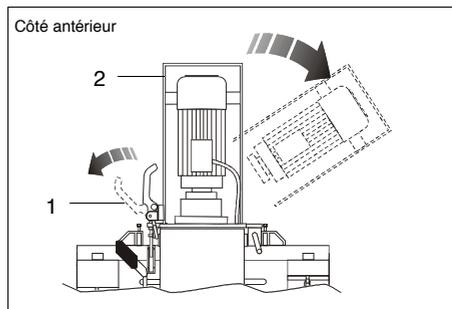

FIG.7 (Ouverture dispositif de blocage groupe motoréducteur)
- 2) Ouvrir le dispositif de blocage du groupe motoréducteur (FIG. 7 - Réf. 1);
- 3) Tourner en sens horaire la bride du groupe motoréducteur (FIG. 7 - Réf. 2);